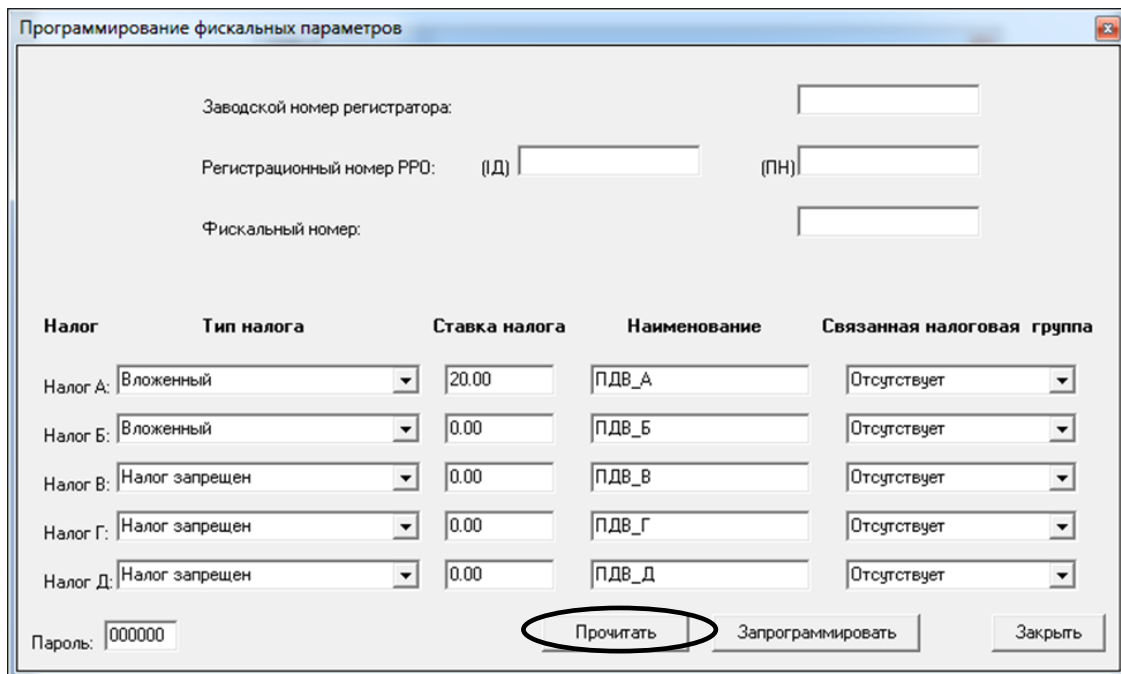

Рисунок 17
5.5 З'явиться вікно «Программирование фискальных параметров». Натиснути на кнопку «Прочитать» (рисунок 17).